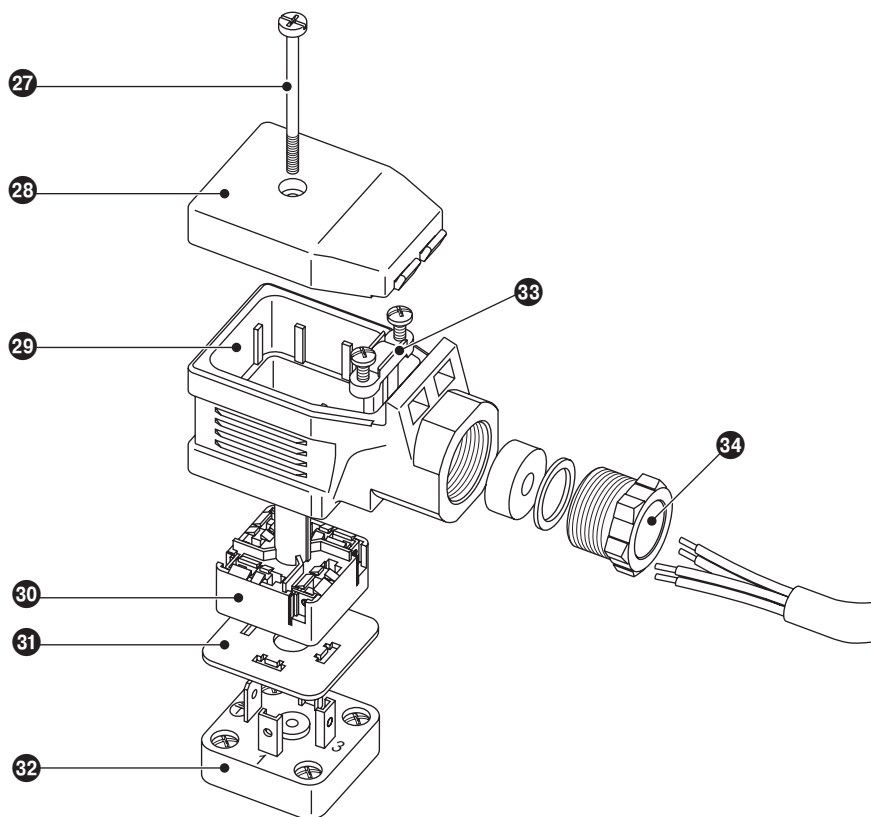

Рис. 22
1. Ослабить винт 27. **Рис. 22**
1. Ослабить винт **27**. **Рис. 22**